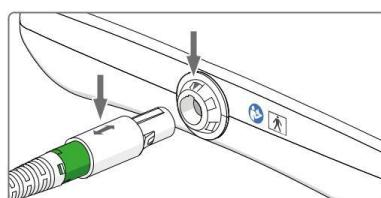

Figura 17. Collegate il cavo principale alla console WoundEL®
2. Collegate il cavo principale alla console WoundEL® : inserite la spina rotonda del cavo principale nella presa, senza torcerla, fino a udire un “clic”. La freccia sul connettore del cavo va diretta verso l'alto (v. *Figura 17*). Per disinserire il cavo principale, rimuovete il connettore senza torcerlo.